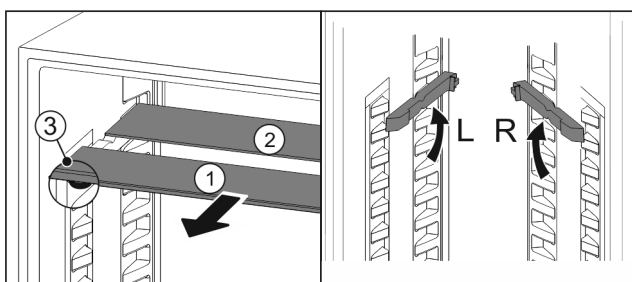

Fig. 71
- ▶ Skleněné desky jednotlivě vytáhněte dopředu Fig. 71 (1).
- ▷ Skleněná deska Fig. 71 (1) s ozdobnou lištou leží vpředu.
- ▷ Zářázky Fig. 71 (3) směřují dolů.